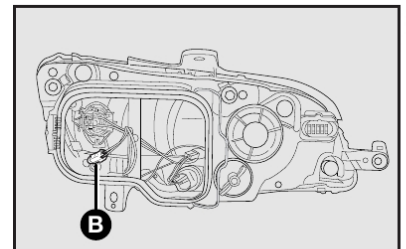

fig. 33
- 4) depois de substituir a lâmpada, remontar o porta-lâmpada **B-fig. 33** e recolocar a tampa travando-a com a mola.